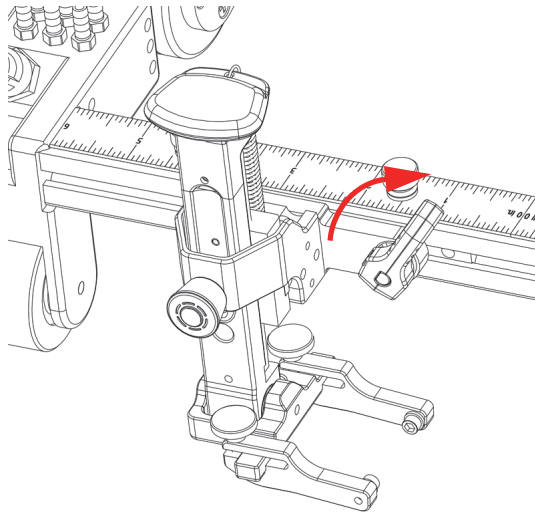

图 2-13 探头托架被锁定到位
4. 顺时针旋转定位杆，将探头托架锁定到位（参见第50页的图 2-13）。